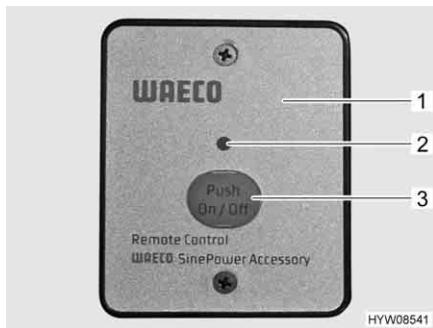

Fig. 103 Interruttore esterno (invertitore)
**Funzionamento dell'interruttore esterno** L'interruttore esterno (Fig. 103,1) è installato sopra la porta di ingresso.
- Premere il tasto "On/Off" (Fig. 103,3). Il LED (Fig. 103,2) si accende.
- Premere il tasto "On/Off" (Fig. 103,3). Il LED (Fig. 103,2) si spegne.